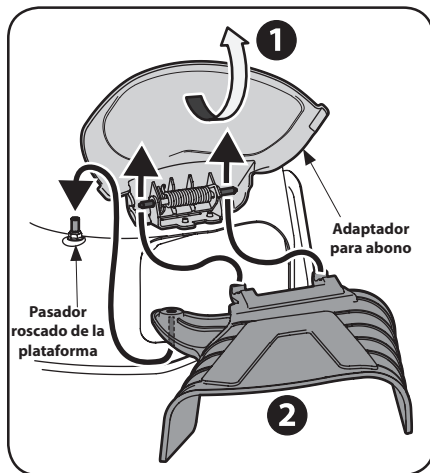

**Figura 2-12**
5. Sujete la tolva a la plataforma de corte con la perilla de aleta que se incluyó en la bolsa del manual. Enrosque la perilla de aleta en el pasador roscado de la plataforma. Ajuste manualmente para asegurar la tolva de descarga. Vea la Figura 2-12.